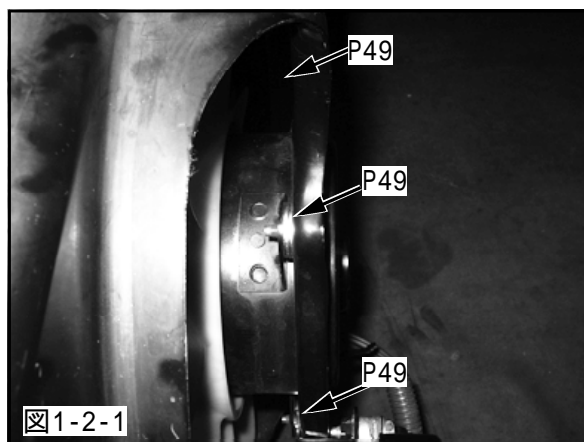

図1-2-1
(1) 1-1. (11) で取外したラジエータコアAssyから電動ファンAssyを取外してください。
(2) 電動ファンAssyからプロペラを取外してください。
(3) 電動ファンシュラウドから3本のネジを取外し電動モータを取外してください。
(4) プレーンワッシャM6用 大径を図のように各2枚ずつ3箇所へ挟み込み、電動モータをエンジンルームから逃すようにして電動ファンシュラウドに取付けてください。(図1-2-1)